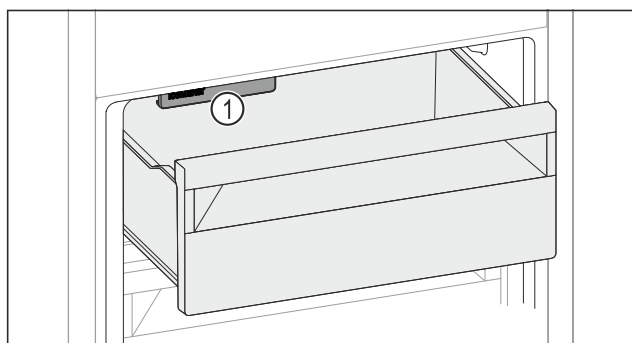

Fig. 158
- ▶ Tenez compte de l'IceMaker Fig. 158 (1).